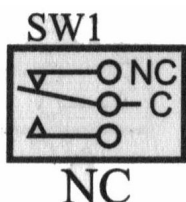

Рис.9 Схематичное изображение датчика нормально-замкнутого типа срабатывания
- нормально-замкнутого типа (N.C.) (рис.9);